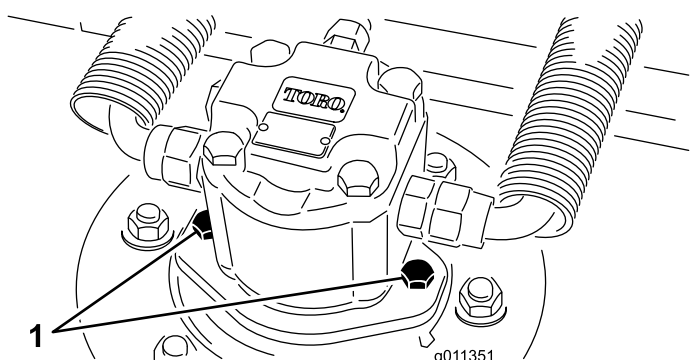

Figura 92
2. Desligue e retire o motor hidráulico da plataforma (Figura 92). Cubra a parte superior do eixo para não o sujar.
4. Instale o motor hidráulico na plataforma (Figura 92). Verifique se o anel de retenção está posicionado corretamente e não está danificado.